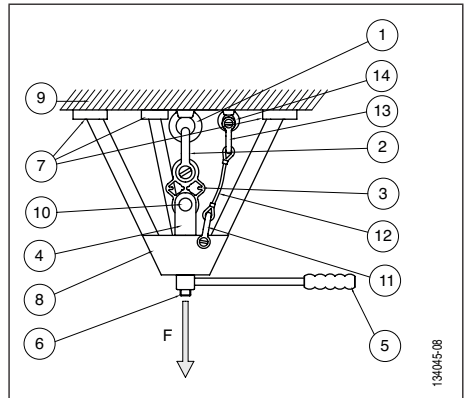

Afb. 5
⚠ GEVAAR: Het is streng verboden om de assen van de harpsluiting aan de verankeringsarm te haken (Afb. 5, pagina 26).
2. Controleer of het TA breuktestplaatje op de juiste manier is vastgezet (Afb. 2, pagina 25 en Afb. 5, pagina 26).